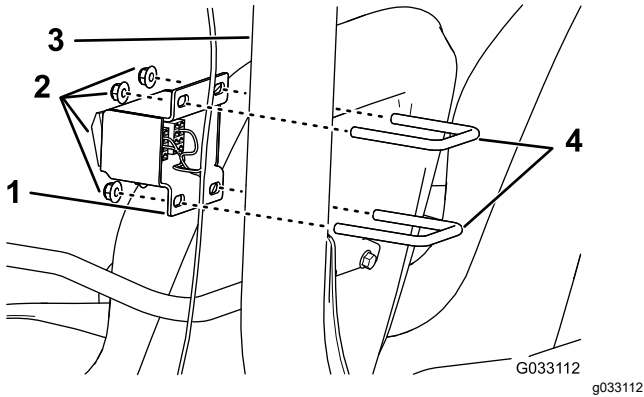

图 8
1. 对于 Multi Pro 1750 和 Multi Pro WM 机器应如图 8 所示使用 2 个 U 形螺栓  $\frac{3}{8}$  x 2-7/16 x 2-13/16 英寸和 2 个凸缘锁紧螺母  $\frac{3}{8}$  英寸将开关支架安装到 ROPS 组件的前侧。